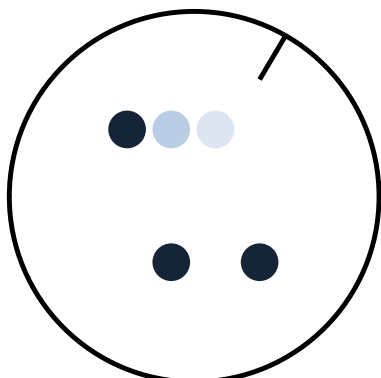

Figura 4: Representación simbólica de un pocillo revelado con marcador de pocillos para corrección de rotación (1:00 h / 30°)
(30°), que permite al software rotar la imagen del pocillo a la orientación correcta antes de la evaluación (corrección de rotación, Figura 4).
- *Use Rotation* (utilizar la rotación) - permite la activación o desactivación de la corrección de la rotación basándose en el marcado de los pocillos (línea negra a las 1:00 h (30°); Figura 4), es posible que la corrección de la rotación no se realice correctamente en casos individuales (véase el apartado 7.3.3), en este caso la rotación puede desactivarse, siempre que las tiras rotas tengan una orientación correcta y no haya pocillos sueltos en el marco de la placa